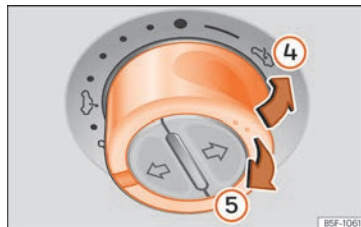

Abb. 111 Im Dachhimmel: Schalter zum Hochklappen oder Zuklappen des Dachs drücken bzw. daran ziehen.
- Hochfahren: Drücken Sie den Schalter auf die Position »» Abb. 111 ④. Zum Einstellen einer Zwischenposition betätigen Sie den Schalter bis die gewünschte Position erreicht ist.
- Senken: Ziehen Sie den Schalter auf die Position »» Abb. 111 ⑤. Zum Einstellen einer Zwischenposition betätigen Sie den Schalter bis die gewünschte Position erreicht ist.
» » **Abb. 111** (Pfeil ) bis das Dach vollständig geschlossen ist.